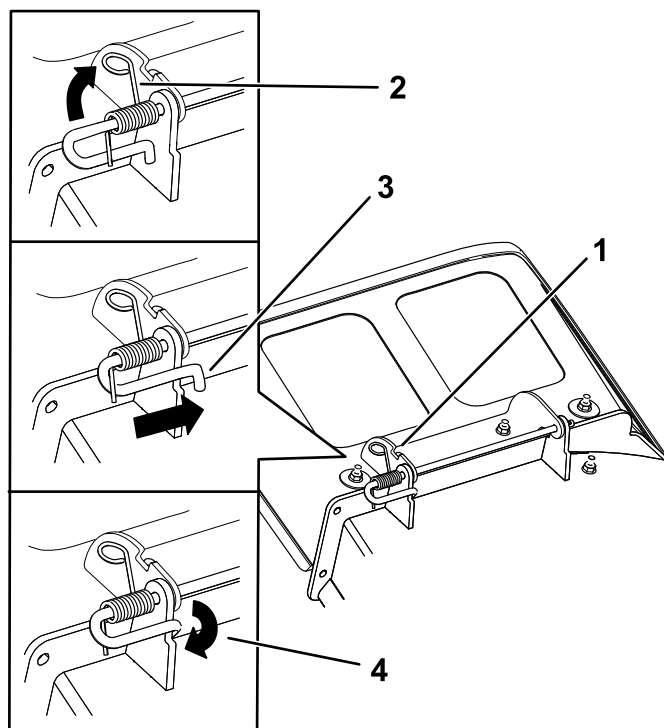

**Рисунок 78**
1. Извлеките шплинт из конца стержня (Рисунок 78).
2. Освободите пружину из выемки в кронштейне отражателя и выдвиньте стержень из приваренных кронштейнов деки, пружины и отражателя выброса (Рисунок 78).
9. Вставьте шплинт в конец стержня (Рисунок 78).